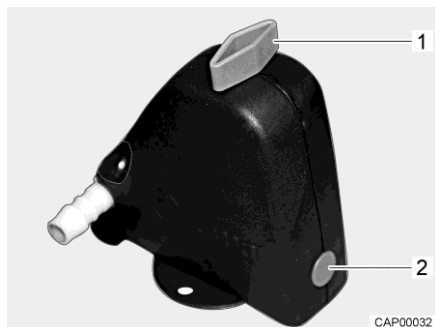
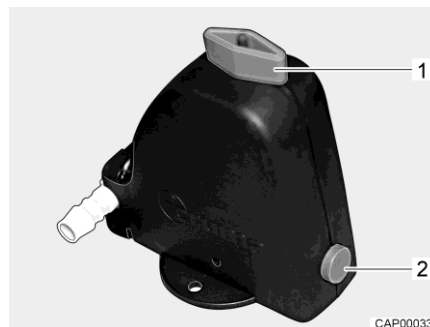

Fig. 100 Válvula de seguridad/purga cerrada
Fig. 101 Válvula de seguridad/purga abierta
- Abrir la válvula de seguridad/purga (Fig. 100). Para ello, girar el botón giratorio (Fig. 100,1) a la posición longitudinal en referencia a la válvula de seguridad/purga. El botón (Fig. 100,2) salta hacia fuera. La válvula de seguridad/purga abierta se muestra en Fig. 101.